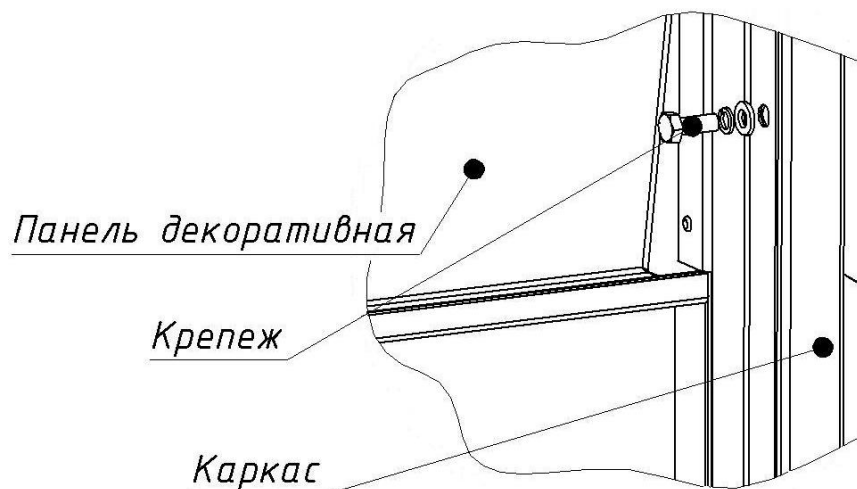

Рис.6 Крепление панели декоративной к каркасу изделия
- закрепите панель на каркасе с помощью комплекта крепежа с внутренней стороны изделия в четырех местах (рис.6).